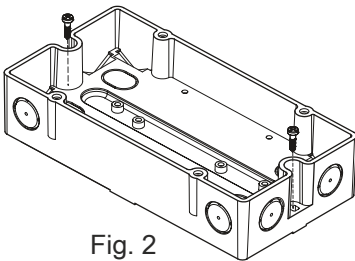

Fig. 2
- In housing FDCH221 (Fig. 2...4)
### Installation in housing FDCH221 (Fig. 2...4)
1. Open housing (Fig. 2).
3. Use two screws to fit the housing on a plane surface (Fig. 2).
- Im Gehäuse FDCH221 (Fig. 2...4)
## Montage im Gehäuse FDCH221 (Fig. 2...4)
1. Öffnen Sie das Gehäuse (Fig. 2).
3. Montieren Sie das Gehäuse mit zwei Schrauben auf eine plane Fläche (Fig. 2).
1. Dans le boîtier FDCH221 (fig. 2...4)
## Montage dans le boîtier FDCH221 (fig. 2...4)
1. Ouvrez le boîtier (fig. 2).
3. Montez le boîtier sur une surface plane avec deux vis (fig. 2).